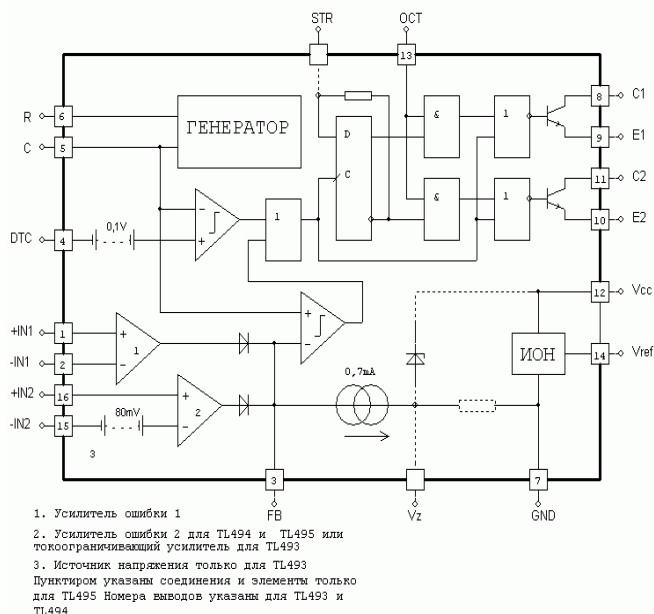

Рис.12 Блок схема ШИМ-контроллера
1. Измерить карту R ШИМ – контроллера (рис.12).